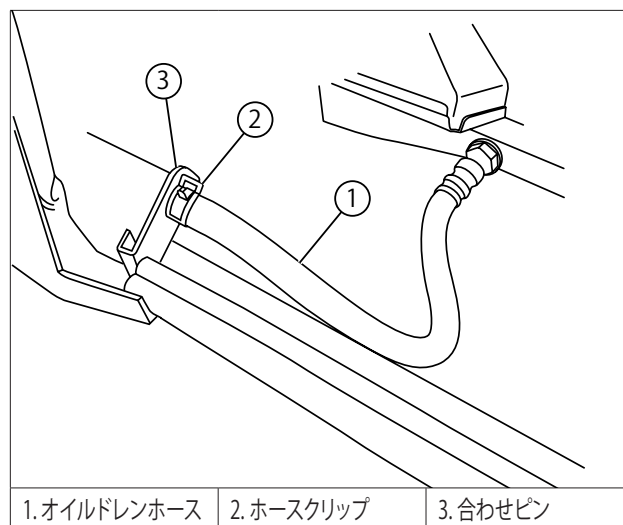

図13
6. オイルドレンホースのホースクランプを緩め、ドレンホースを合わせピンから外します。(図13)